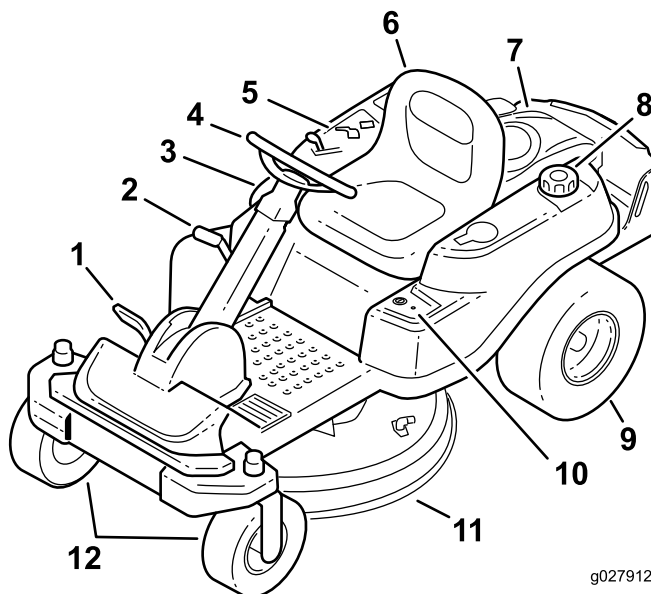
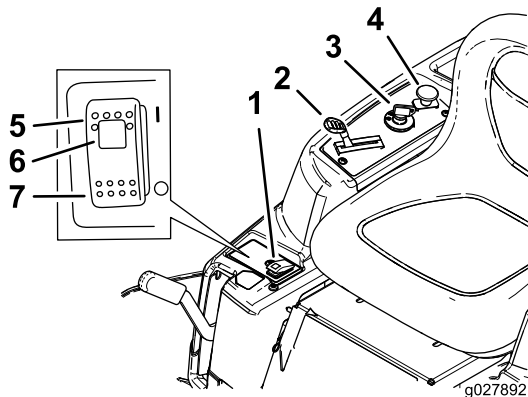
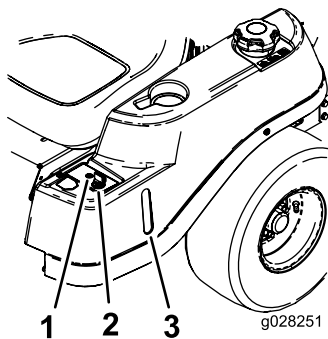

Figure 4
Figure 5
Figure 6
Avant de mettre le moteur en marche et d'utiliser la machine, familiarisez-vous avec toutes les commandes; voir Figure 4, Figure 5 et Figure 6.
en position activée et relâchez-la lorsque la PDF est engagée. Pour la désactiver, désengagez la prise de force (PDF) (Figure 6).
Ce témoin s'allume chaque fois que la clé de sécurité (KeyChoice) est utilisée pour désactiver la fonction d'interdiction de travail en marche arrière. Il vous rappelle que le système de sécurité est désactivé. Le témoin s'éteint quand la prise de force (PDF) est désengagée ou quand le moteur est coupé. Quand le témoin s'allume, regardez derrière vous et redoublez de prudence lorsque vous faites marche arrière (Figure 6).
- Appuyez sur la commande SmartPark™ pour la mettre à la position activée (Figure 5).
Le commutateur d'allumage a 3 positions : arrêt, contact et démarrage. La clé tourne jusqu'à la position Démarrage et revient automatiquement en position Contact lorsqu'elle est relâchée. Tournez la clé à la position Arrêt pour couper le moteur. Enlevez toujours la clé de contact avant de quitter la machine pour éviter tout démarrage accidentel (Figure 5).
L'accélérateur et le starter sont combinés dans une seule commande. L'accélérateur commande le régime moteur et peut se régler à l'infini entre bas régime et haut régime. Engagez le starter en poussant la commande au-delà de la position haut régime jusqu'à la butée (Figure 5).
La commande des lames (PDF) engage et désengage les lames du tablier de coupe (Figure 5).
Le regard de carburant, situé sur le côté gauche de la machine, permet de vérifier que le réservoir contient de l'essence (Figure 6).